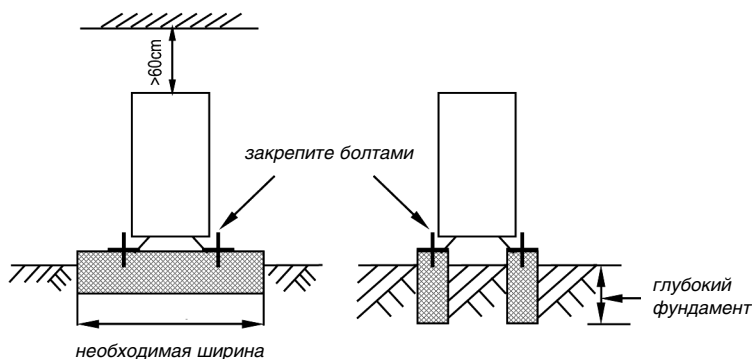

Рис. 12
- Сделайте бетонный фундамент (рис. 12).